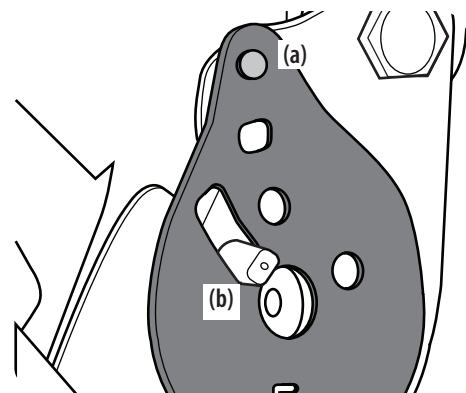

Figure 2-11
6. Relevez le dossier du siège. Remplacez la plaque de réglage et insérez le goujon (a) et la goupille (b) dans la plaque de réglage comme indiqué à la Figure 2-11.